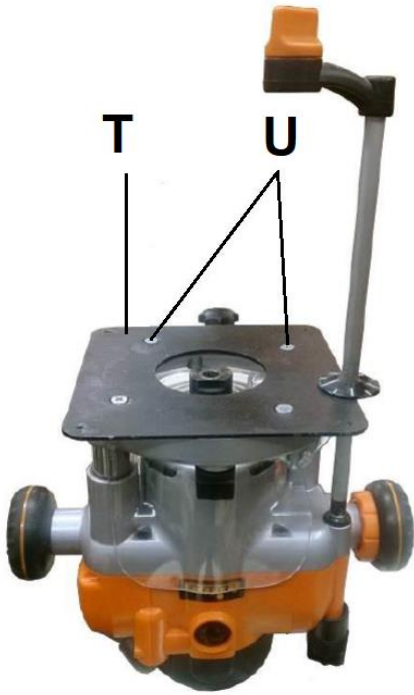
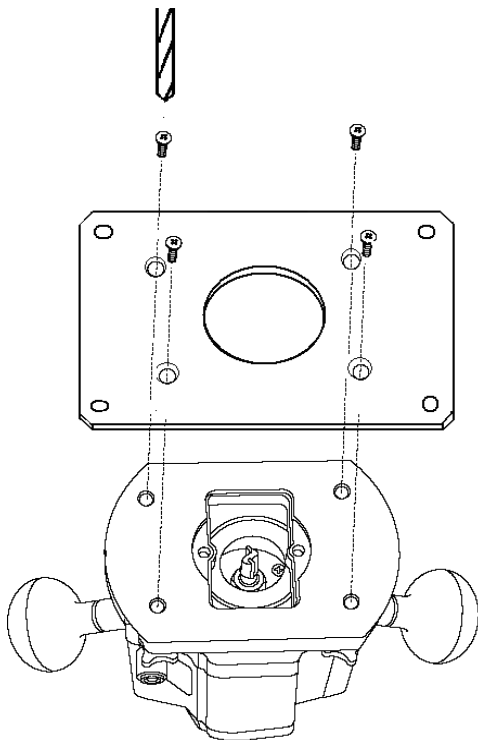

Рис. 5
Рис. 6
Прикрепите фрезер (Рис. 5, Рис. 6):
Прикрепите фрезер к установочной пластине (T, Рис. 5) с помощью прилагаемых винтов (U).
Отверстия могут быть просверлены в соответствии с расположением отверстий вашего фрезера (Рис. 6).